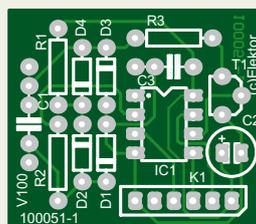
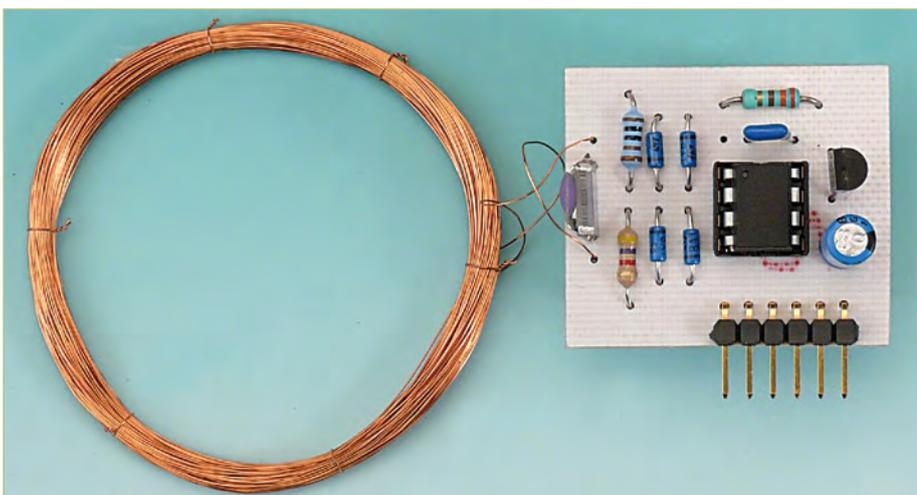

Bild 4. Die Platine zum Aufbau des RFIDs.
Bild 9. Die bestückte Selbstbau-RFID-Platine. An die Stiftleiste können Sensoren angeschlossen werden.
**Bild 9** zeigt einen Mustersaufbau des Selbstbau-RFIDs auf der Platine in Bild 4 (entsprechend dem Schaltplan in Bild 3). Um den Schwingkreis leicht wechselbar zu machen, kann man Kondensator und Spule über Steckkontakte anschließen. Es können auch verschiedene Spulen verwendet werden. Die Praxis hat gezeigt, dass die Reichweite etwas höher wird, wenn man den Schwingkreiskondensator etwa 10 % größer wählt als theoretisch nötig.